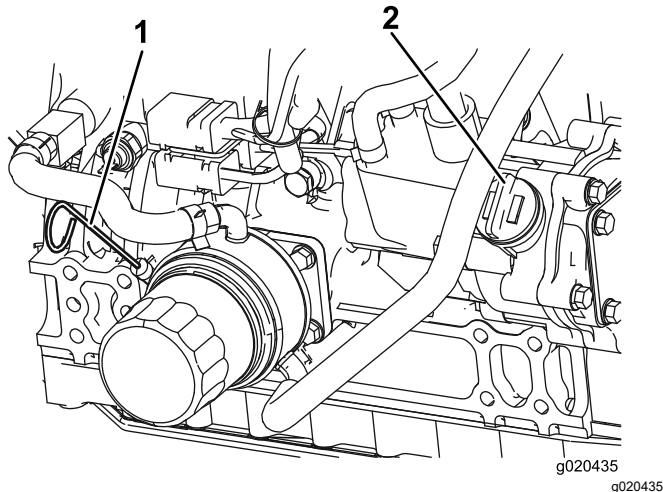

図 90
オイル量が安全レンジ内にあればよい 図 90。
4. 不足している場合安全範囲よりも下は、補給管についているキャップ 図 90 を取り、Full 位置までオイルを補給する。